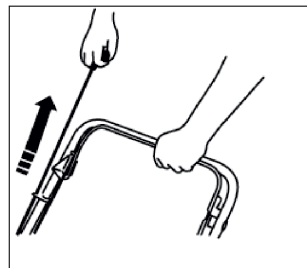

Рис. 14
3. Потяните за ручку стартера до ощутимого сопротивления, затем резко дерните за ручку стартера (Рис. 14). Двигатель запустится. Нож начнет вращаться одновременно с запуском двигателя. Если двигатель не запустился с первого раза, продолжайте процедуру запуска двигателя.